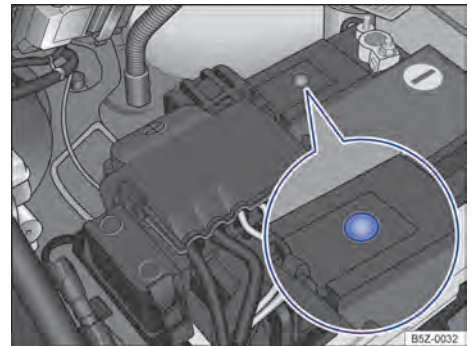

Fig. 159 En el compartimento del motor: ejemplo de posición del visor en el lado superior de la batería del vehículo.
- El visor redondo → fig. 159 en la parte superior de la batería del vehículo cambia de color dependiendo del nivel del electrolito.